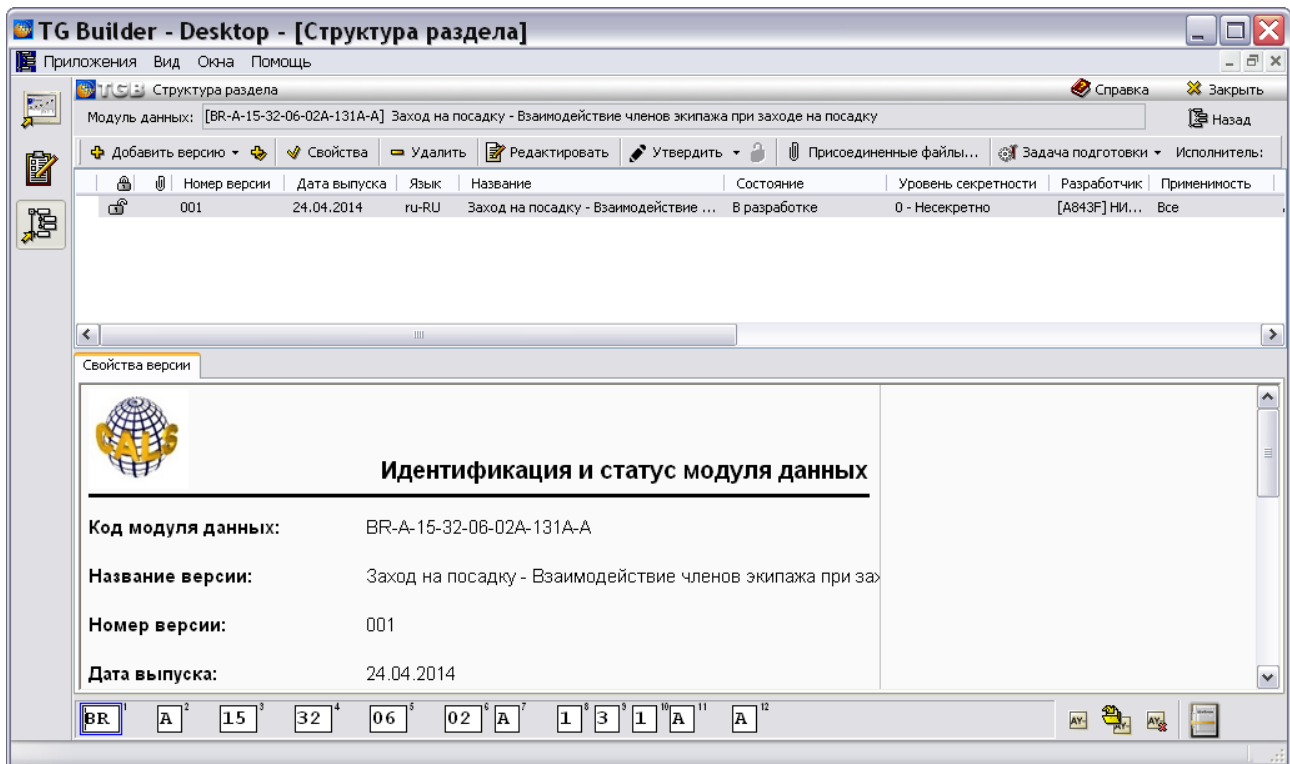

Рис. 13.3
1. Щелкните два раза левой кнопкой мыши по прямоугольнику элемента. При этом откроется редактор версий модуля данных (Рис. 13.3).
6. Введите причину добавления версии и нажмите **Ок**. Созданная версия МД отобразится в окне редактора версий (Рис. 13.3).